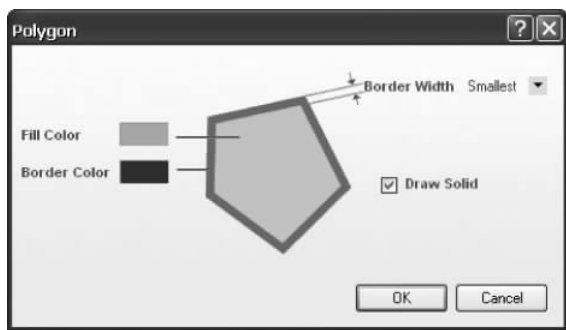

图 3-14 多边形属性对话框
(3) 选取多边形绘制按钮 , 在右下角绘制一个小三角形。双击该三角形区域, 打开如图 3-14 所示的“多边形属性”对话框。单击 Fill Color, 选择与边框相同的蓝色。